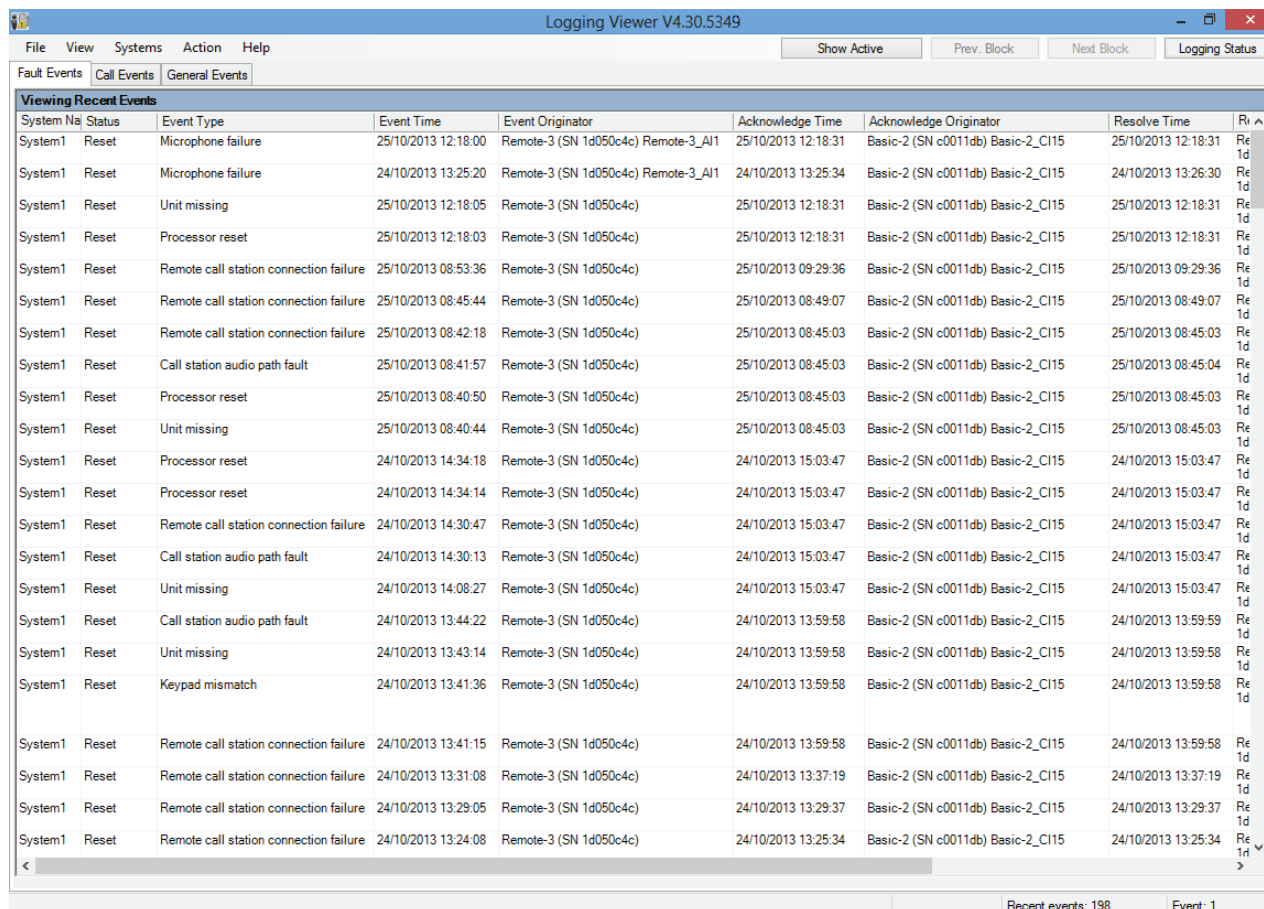

figura 59.4: Logging viewer
- 2 Haga clic en *Logging Viewer*. Se mostrará una pantalla similar a la indicada en figura 59.4.
La página *Logging Viewer* (consulte figura 59.4) contiene lo siguiente: